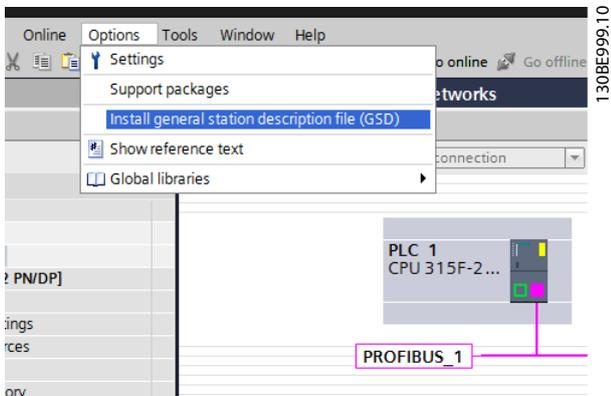

图 3.2 安装 GSD 文件
2. 将 GSD 文件导入到 Simatic Manager 软件工具中。导入 GSD 文件一次，然后遵循软件工具的初始安装步骤。请参阅图 3.2。